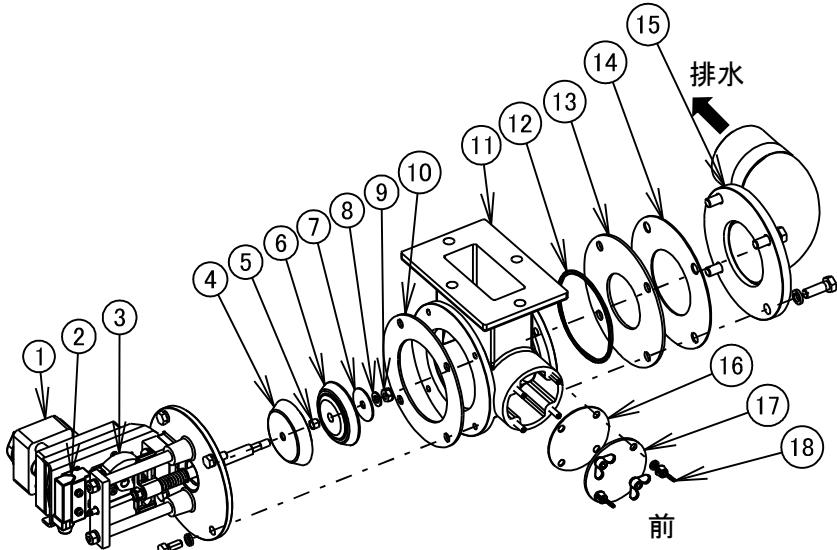

図 8-12
8. 3. 7 排水弁(図 8-12)
4) 排水弁補助弁の交換(図8-12)
- ・①モータと②リミットスイッチのケーブルコネクタを外します。①モータアース線を外します。
- ・ボルト(M8)を緩めて①～⑩一体品を取り外します。
- ・⑩Uナット(M8)を緩めて⑤～⑧弁部をシャフトから取り外します。
- ・⑥排水弁補助弁の中央にはまっている⑤排水弁スペーサを取り外し新しい⑥排水弁補助弁に取り付けます。
- ・⑤～⑧弁部をシャフトに逆の手順で組み付けます。
- ・①～⑩一体品をボルト(M8)で組み付けます。
- ・①モータと②リミットスイッチのケーブルコネクタ及び、①モータアース線を接続します。
- ・③排水弁マイクロカムの回転方向と排水弁の動作確認を行うこと。